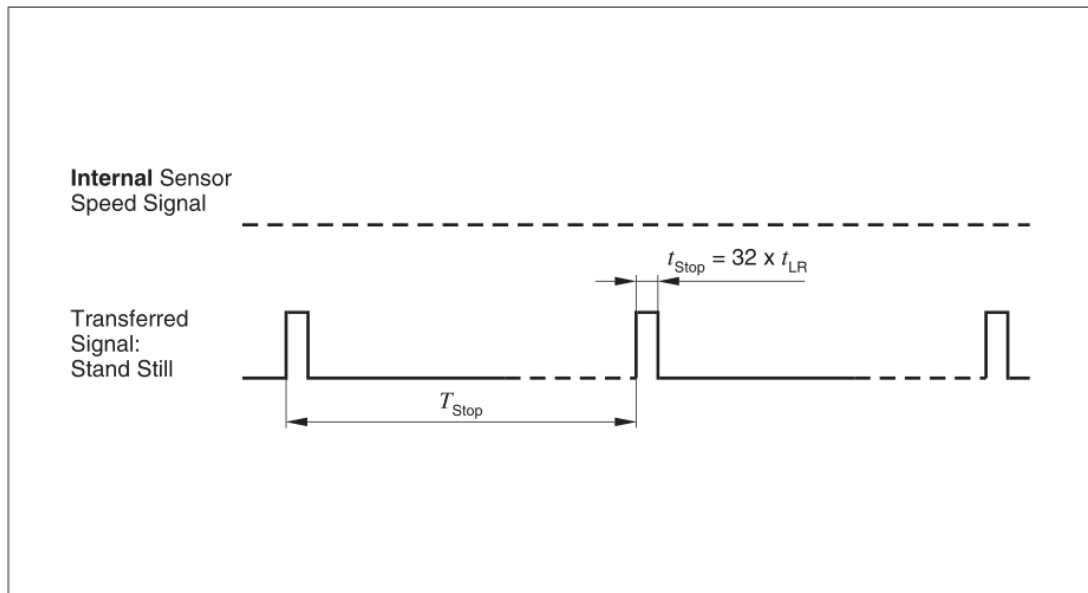

图10-2 静态输出协议
当转轮与芯片超出一定距离或停止转动时，芯片输出静止状态信息，如图 10-2 静态协议，脉冲长度为 1.44ms, 周期为 737ms。
| t _{stop} | 静止脉冲长度 | ⑤图 10-2 | 1.232 | 1.44 | 1.656 | ms |
| T _{stop} | 静止周期 | 图 10-2 | 590 | 737 | 848 | ms |